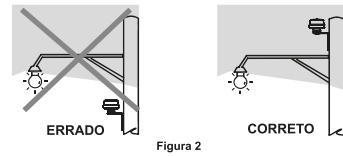

Figura 2
- O relé deve ser instalado de forma que não receba luz de outras lâmpadas nas proximidades, de acordo com a **Figura 2**. Caso contrário poderão ocorrer instabilidades no funcionamento.